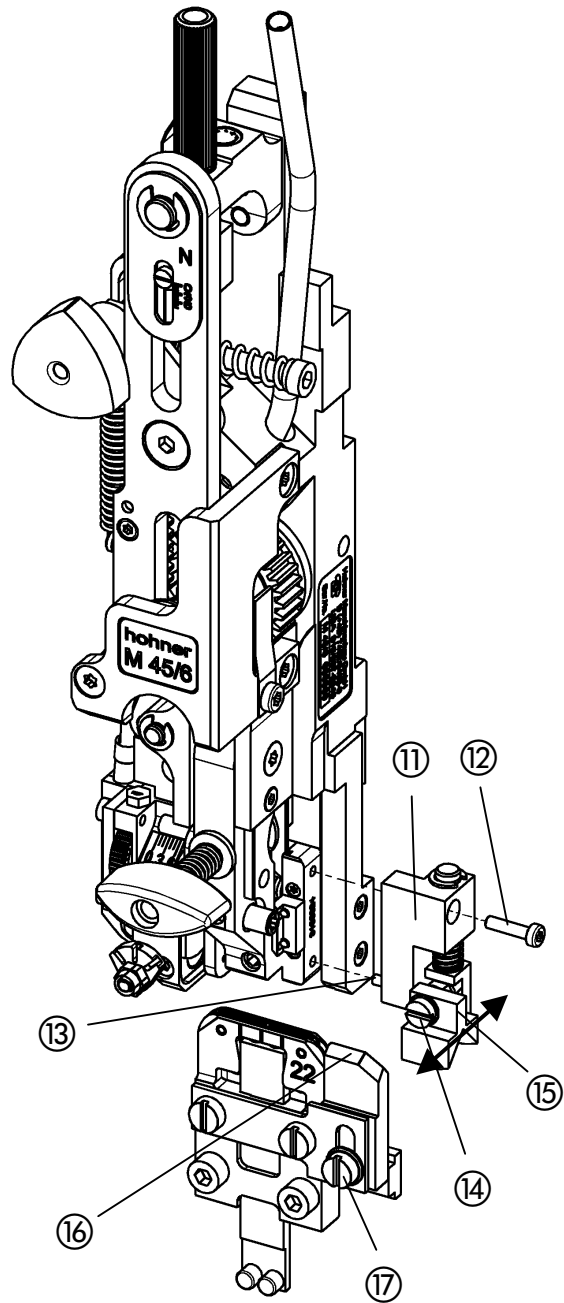

Abb. 17
- Abb. 17 -
- Zum Montieren des Niederhalters ⑪, Führungsbolzen ⑬ in die Bohrung am Umbieger einführen und Befestigungsschraube ⑫ festziehen.